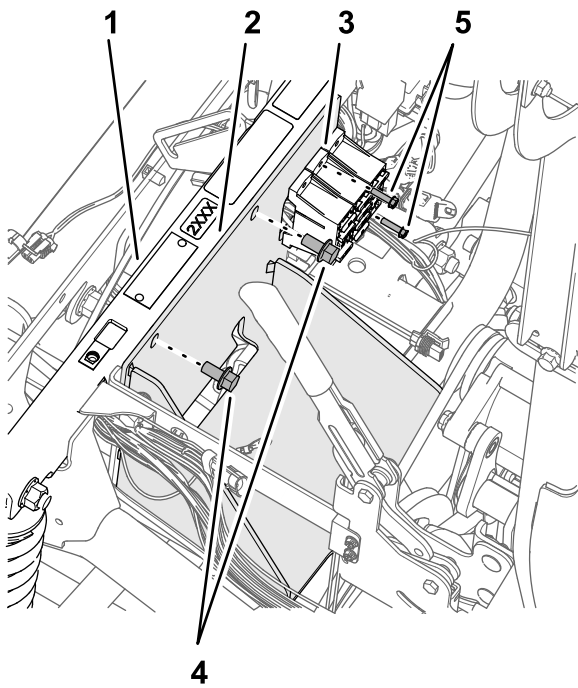

图174
2. 使用在 卸下电池300A和电池支架 \(页码 63\) 的步骤 4 中卸下的 2 个凸缘头螺栓 3/8 x 3/4 英寸将电池支架组装到减震支撑管上 图174。
- 使用在 卸下电池300A和电池支架 \(页码 63\) 的步骤 3 中卸下的螺栓10-24 x 3/4 英寸和螺母10-24将保险丝盒安装到电池支架上 图174。